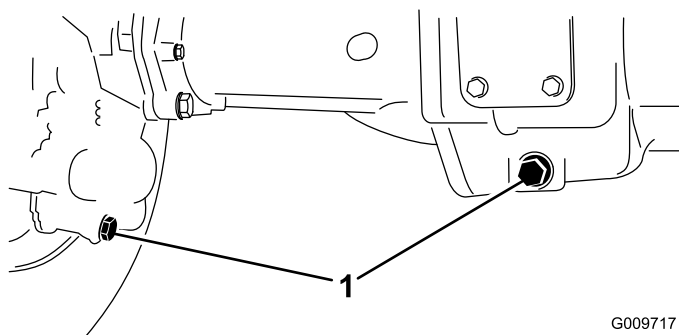

Figura 106
2. Pulite attorno ai 3 tappi di spurgo, 1 per lato ed 1 in centro (Figura 106).